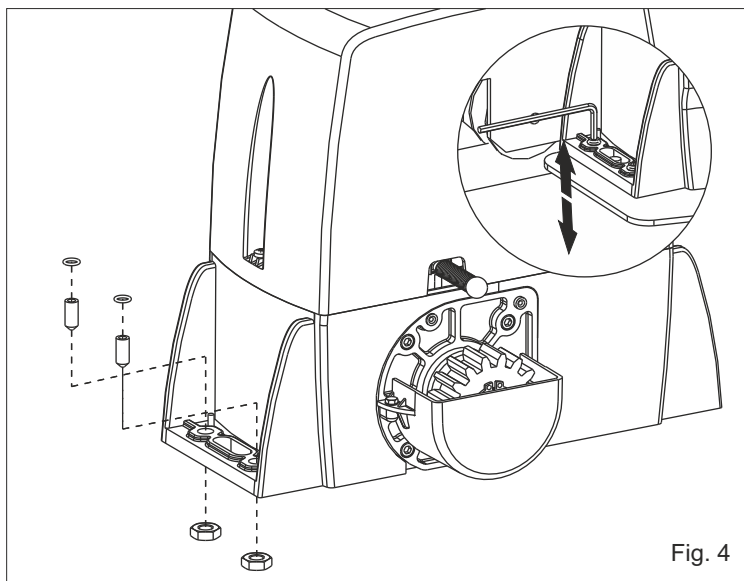

Fig. 4
4.1. Insérer les 4 grains dans les trous spéciaux de façon de régler l'hauteur du motoréducteur à la plaque (Fig.4).